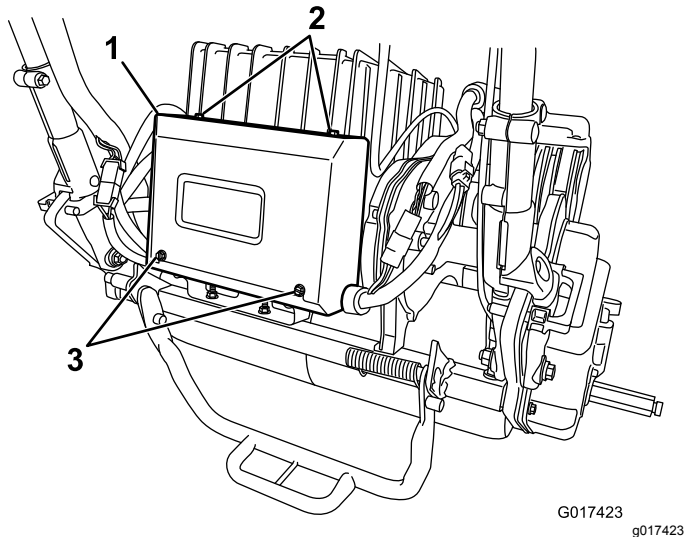

Figure 41
2. Retirez les 2 vis arrière du boîtier électrique et desserrez les 2 vis supérieures, puis déposez le couvercle du boîtier (Figure 41).